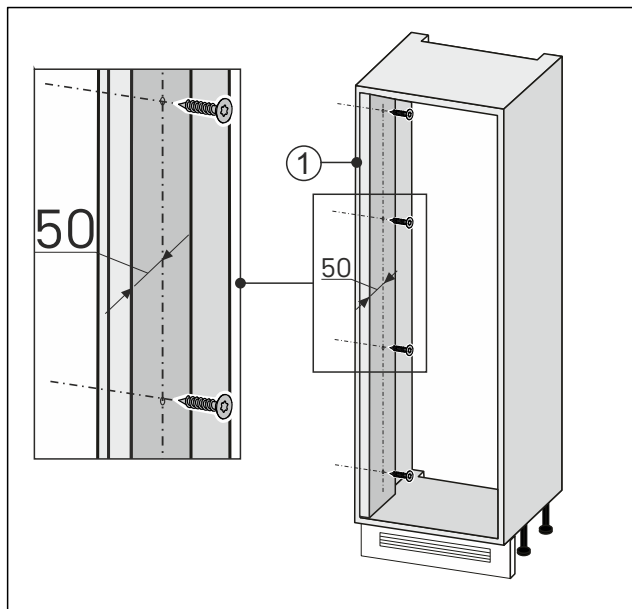

Fig. 93
- Skru vægudjævningen fast til møbelnichen på døråbningssiden Fig. 93 (1).